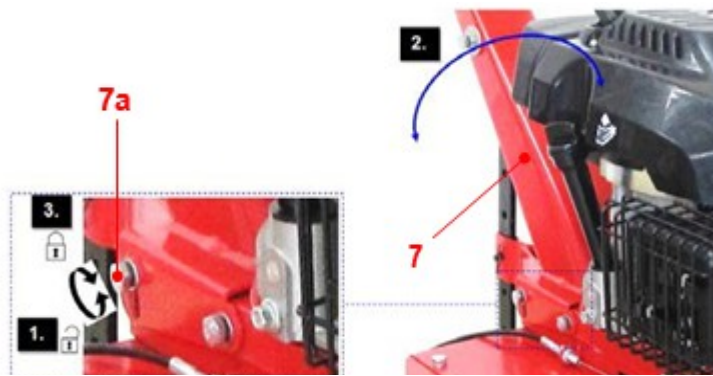

Fig.20
1. Desserrer les boulons(7a) sur les deux côtés en utilisant la clé d'assemblage (27) jusqu'à ce que le support de poignée atteigne la position désirée. (Fig.20, étape 1)
2. Régler le support de poignée sur la position désirée. (Fig.20, étape 2)
3. Serrer ensuite les boulons pour sécuriser la connexion. (Fig.20, étape 3)